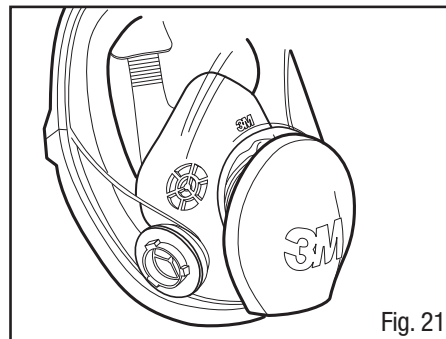

Fig. 21
2. Instale novas juntas nas conexões de baioneta da abertura de inalação na peça facial. Certifique-se de que as juntas estão na posição adequada sob os três ressaltos de baioneta (Fig. 21).